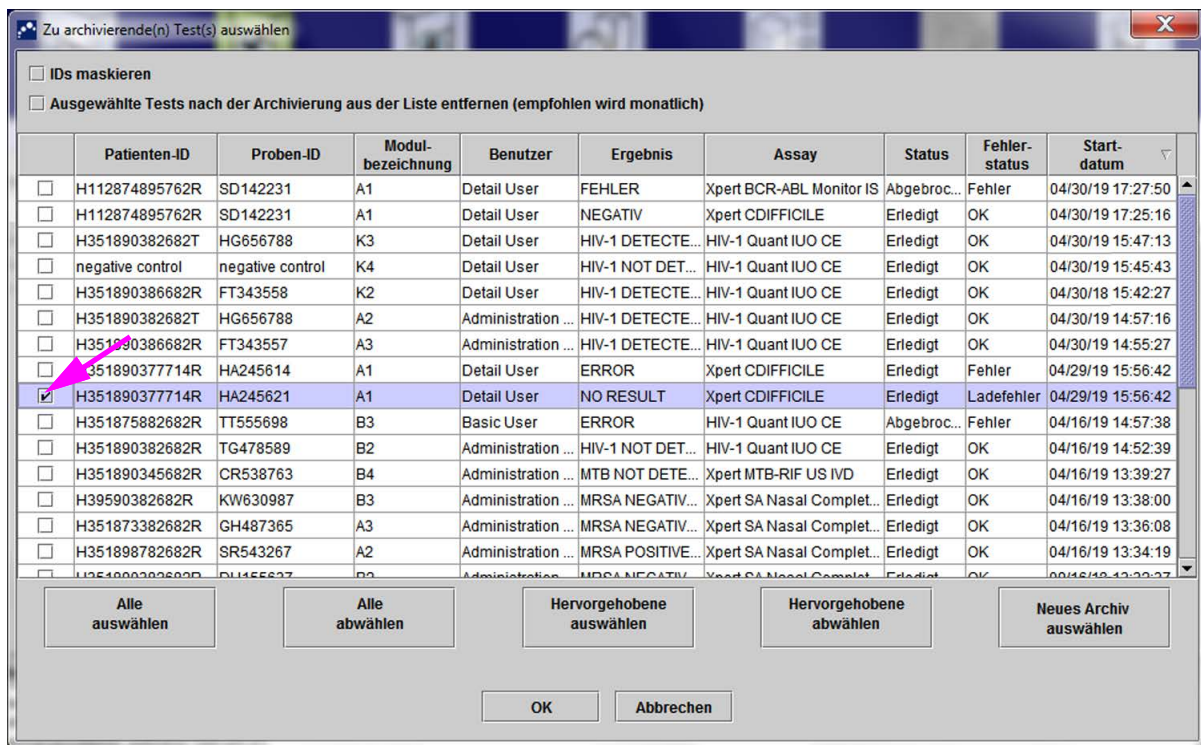

Abbildung 5-70. Dialogfeld „Zu archivierende(n) Test(s) auswählen“
1. Klicken Sie im GeneXpert Dx System-Fenster im Menü **Datenverwaltung** auf **Test archivieren**. Daraufhin wird das Dialogfeld „Zu archivierende(n) Test(s) auswählen“ angezeigt. Siehe Abbildung 5-70.
2. Wählen Sie den oder die zu archivierenden Test(s) aus. Klicken Sie das Kontrollkästchen neben jedem Test, den Sie archivieren möchten. Siehe Abbildung 5-70. Sie können die einzelnen Tests nacheinander auswählen oder eine Gruppe von Tests auswählen, indem Sie auf eine der folgenden Schaltflächen unten im Bildschirm „Zu archivierende(n) Test(s) auswählen“ klicken:
Wenn das Kontrollkästchen **IDs maskieren** oben links im Dialogfenster „Zu archivierende(n) Test(s) auswählen“ (Select Test(s) To Be Archived) (siehe Abbildung 5-70) aktiviert ist, werden alle Informationen zu Proben-ID und Patienten-ID maskiert.